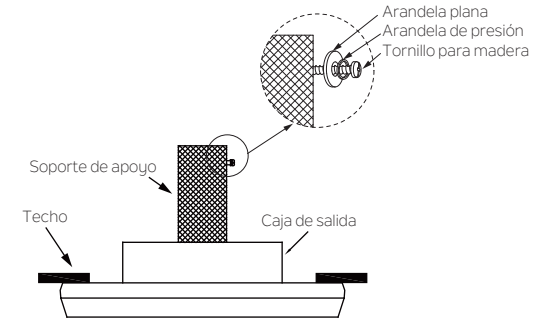

Figura 11
**Paso 1.** Deslice la arandela de presión, luego la arandela plana sobre el tornillo para madera para madera, luego introduzca el tornillo para madera en el lado del soporte que sostiene la caja de salida. Deje 3 mm (1/8 in) de espacio entre el soporte de apoyo y la arandela plana. (Figura 11)